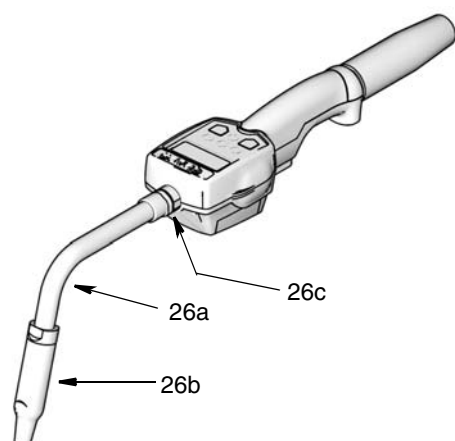

FIG. 7
2. Visser la rallonge (26c) sur la sortie du compteur au moins trois tours complets (FIG. 7).